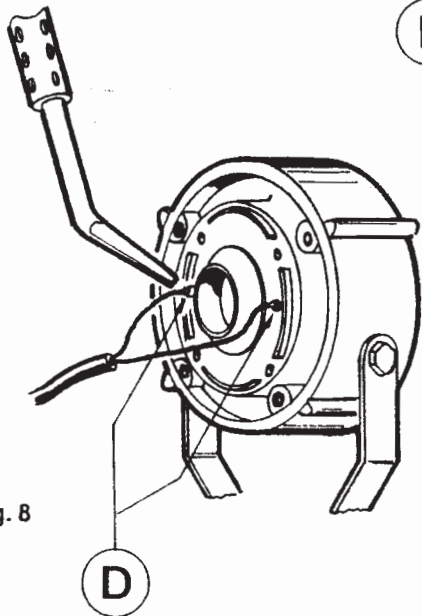

Fig. 8
- Dissaldare i conduttori F collegati ai terminali D della membrana C usando un saldatore di bassa potenza a punta stretta (fig. 8).
- Unsolder wires F connected to diaphragm terminals D using a narrow tipped low powered welder (fig. 8).
- Dessouder les conducteurs F reliés aux bornes D de la membrane C en se servant d'une soudeuse de basse puissance à pointe étroite (fig. 8).